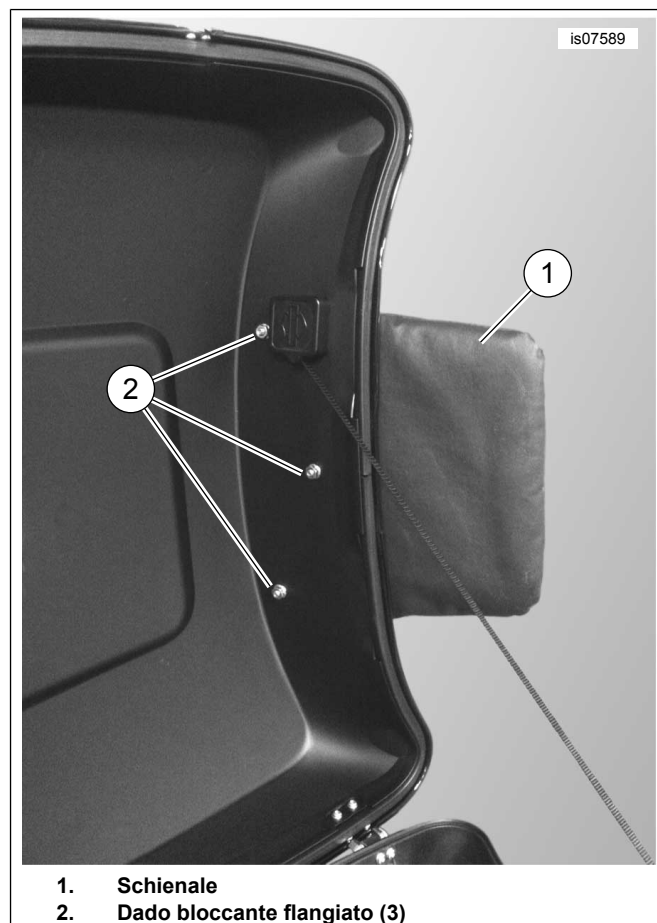

Figura 5. Schienale montato sul coperchio del Tour-Pak Chopped
1. Vedere la figura 5. Allineare i tre perni sullo schienale (1) con i fori praticati nel coperchio del Tour-Pak.
2. Fissare a mano con i controdadi flangiati (2) e le rondelle piatte (3) del kit.
4. Serrare i dadi bloccanti flangiati (2).